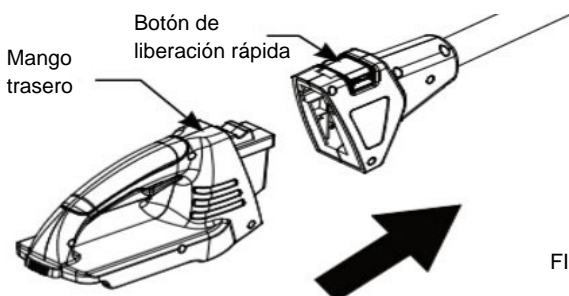

FIG. 3
3. Inserte el mango trasero en el extremo del mango telescópico. (Fig. 3) Presione el botón de liberación rápida. Cerciérese de que el botón de liberación encaje con firmeza para asegurar correctamente el mango.